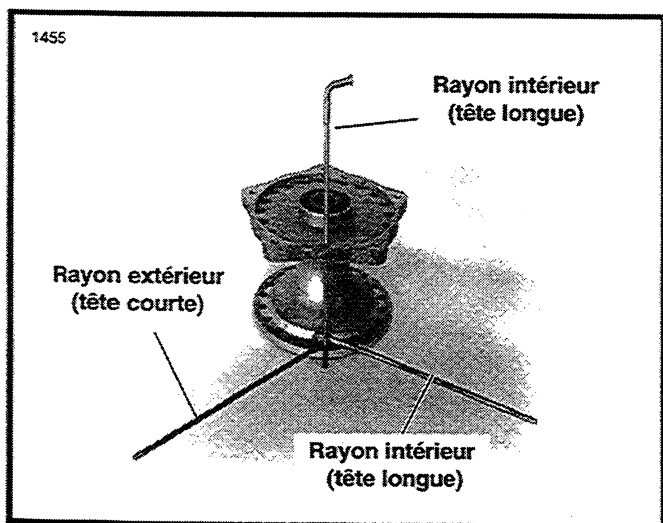

Figure 2-11. Rayonnage d'une roue de 19 po. (47,5 cm).
- Voir Figure 2-11. Placez le moyeu sur l'établi, un des côtés dirigé vers le haut. Introduisez un rayon extérieur (à tête courte) dans n'importe quel trou de la collerette inférieure et faites-le pivoter dans le sens des aiguilles d'une montre. Introduisez un rayon intérieur (à tête longue) dans le trou adjacent sur la gauche du rayon extérieur. Faites pivoter le rayon intérieur dans le sens contraire des aiguilles d'une montre et faites-le passer par-dessus le rayon extérieur.